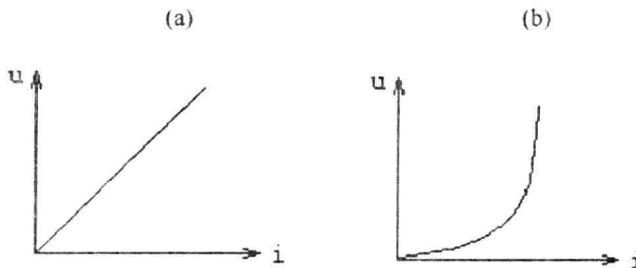

图 1-2-1
2. 线性电阻元件的伏安特性服从欧姆定律，画在  $u-i$  面上是一条通过原点的直线，如图 1-2-1(a) 所示。特性与元件电压、电流的大小和方向无关，所以，线性电阻元件是双向性元件。
3. 线性电阻元件的伏安特性不服从欧姆定律，画在  $u-i$  面上是一条曲线如图 1-2-1(b)。例如晶体二极管、钨丝灯泡等属于这一类，它们伏安特性可通过实验描画出来。